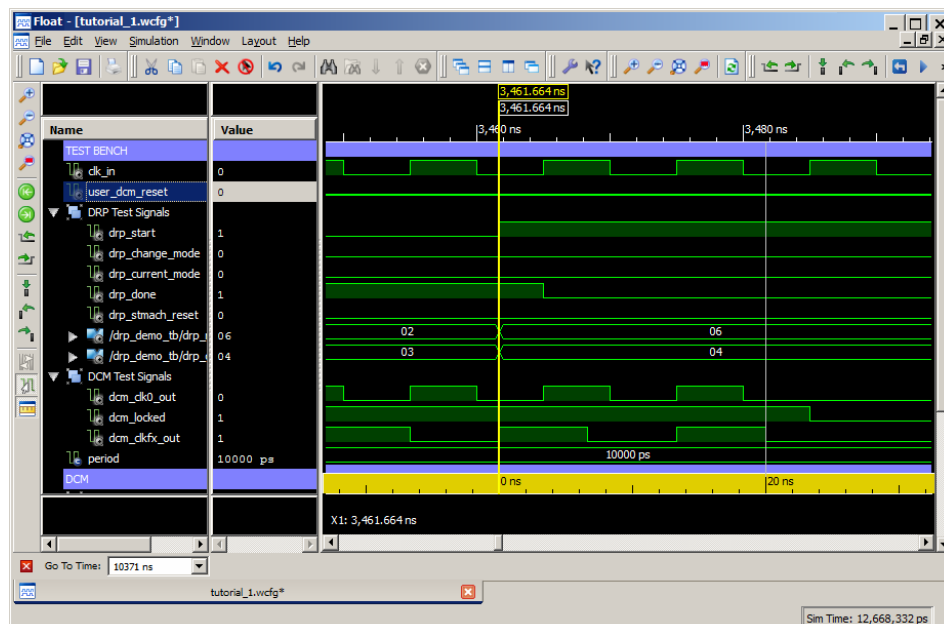

図 3-29 : dcm\_clk0\_out 信号および dcm\_clkfx\_out 信号の確認
3. DCM テスト信号 dcm\_clk0\_out および dcm\_clkfx\_out の立ち上がり立ち下がりが確認できるようになるまで、手順 2 を繰り返します (図 3-29)。